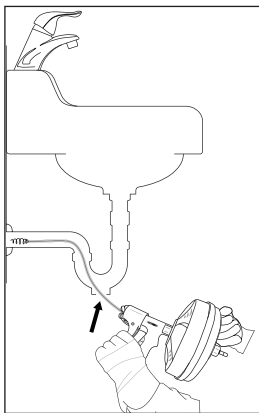

Fig. 1
- Prepare o aparelho e o local de trabalho em conformidade com estas instruções, a fim de reduzir o risco de lesões devido a choques elétricos, incêndio, tombamento do aparelho, torção ou fratura da espiral ⑧, lesões provocadas por químicos, infecções ou outras causas, bem como para evitar uma danificação do aparelho.
- No caso de outros lavatórios poderá ser eventualmente necessário remover um tampão de limpeza ou um sifão (ver fig. 1). Coloque sempre um recipiente sob a abertura de limpeza ou sob o sifão, para recolher a água residual.